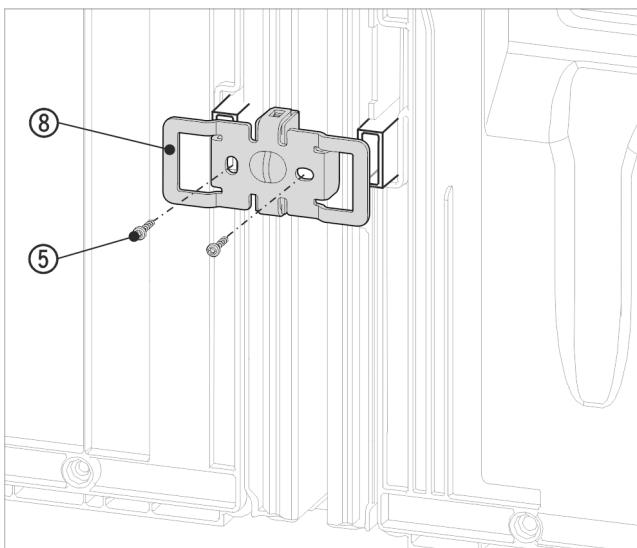

Fig. 18 Primjerni prikaz
- ▶ Ponovo gurnite kutnik Fig. 18 (8) s otvorima preko prihvata za zidne odstojnike.
- ▶ Čvrsto pričvrstite s 2 vijke Fig. 18 (5).